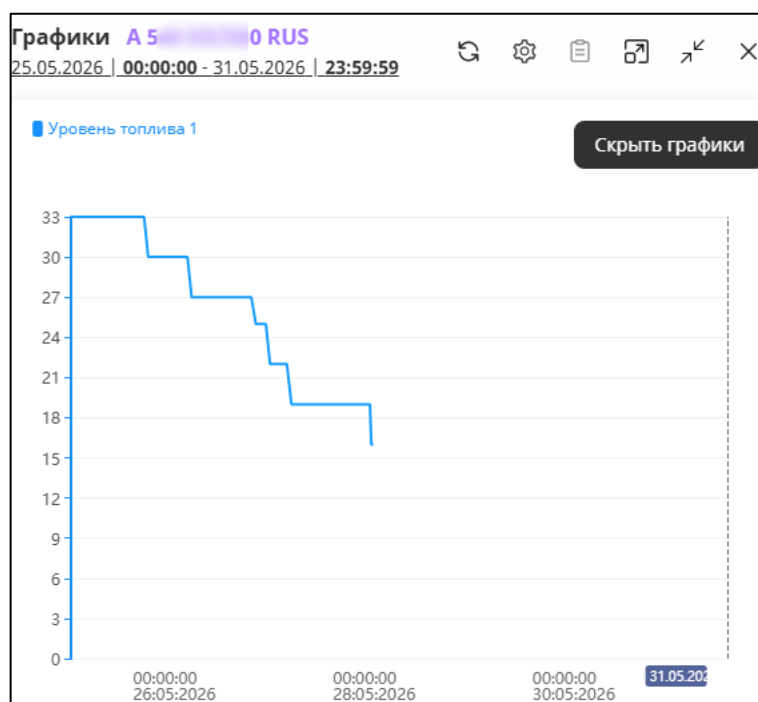

Рисунок 19
5. Нажмите кнопку «Применить». График по датчику уровня топлива будет построен в рамках временного периода трека (Рисунок 19).